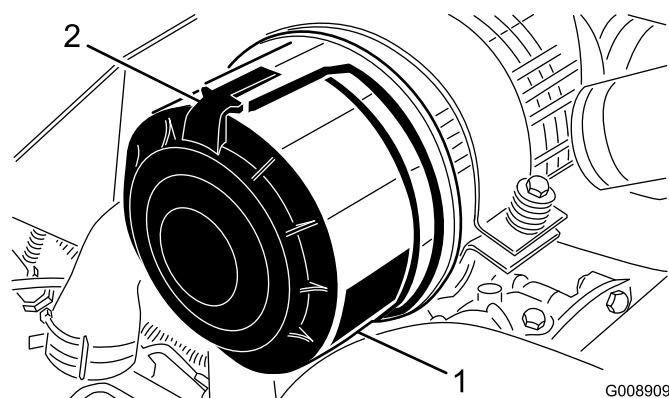

図 45
1. エアクリーナのカバーをボディーに固定しているラッチを外す（図 45）。